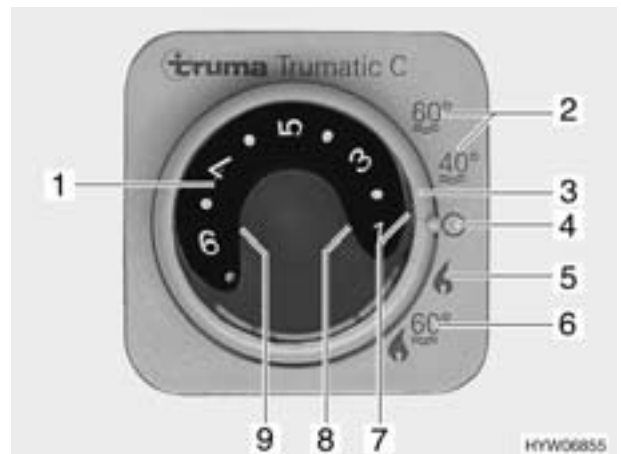

Bild 124 Bedieneinheit für Heizung/Boiler
■ Betriebsart mit dem Drehschalter (Bild 124,3) einstellen:
- Sommerbetrieb "40 °C" oder "60 °C" (Bild 124,2)
- Winterbetrieb "Heizung ohne Boiler" (Bild 124,5)
- Winterbetrieb "Heizung und Boiler" (Bild 124,6)
- Aus (Bild 124,4)
Die Warmluft-Heizung wählt nach gewünschter Raumtemperatur selbstständig die benötigte Brennerstufe. Wenn die gewünschte Raumtemperatur erreicht ist, schaltet der Brenner ab. Die Raumtemperatur wird mit dem Temperaturfühler neben dem Control-Panel gemessen. Bei Betriebsart "Heizung und Boiler" (Bild 124,6) wird auch das Wasser im Boiler erhitzt. Die Warmluft-Heizung kann in der Betriebsart "Heizung ohne Boiler" (Bild 124,5) mit leerem Boiler betrieben werden.
- Temperaturdrehknopf (Bild 124,1) an der Bedieneinheit auf gewünschte Raumtemperatur stellen.
- Drehschalter (Bild 124,3) auf Winterbetrieb "Heizung ohne Boiler" oder auf Winterbetrieb "Heizung und Boiler" stellen.
Grüne Kontroll-Leuchte (Bild 124,7) leuchtet.
- Drehschalter (Bild 124,3) auf "☐" (Bild 124,4) stellen.
- ▷ Wenn die Warmluft-Heizung an der Bedieneinheit (Bild 124) auf Sommerbetrieb (Bild 124,2) gestellt ist und der Energie-Wahlschalter auf Mischbetrieb (Bild 125,4 oder 5) gestellt wird, arbeitet die Warmluft-Heizung dennoch nur im 230-V-Betrieb. Der Gasbrenner wird nicht zugeschaltet.
Die Kombination Gasbetrieb und 230-V-Elektrobetrieb verkürzt die Aufheizzeit (nur möglich, wenn die Warmluft-Heizung an der Bedieneinheit (Bild 124) auf Winterbetrieb gestellt ist).